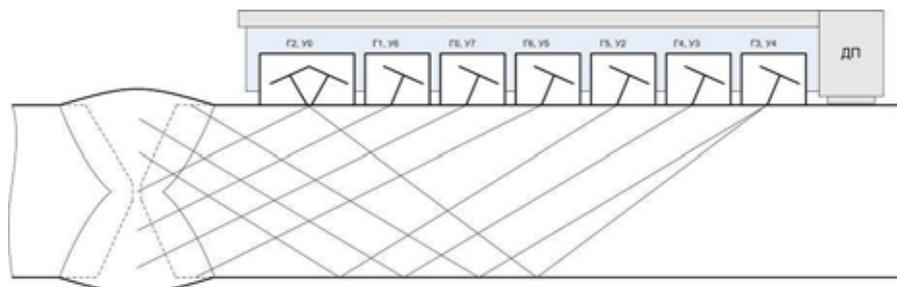

Рисунок 13 - Схемы контроля стыковых соединений толщиной  $H = 40 \dots 82$  мм акустическими блоками АБЗД, АБ4Д, АБ45Д.
3.2.2.3.3 Для определения дефектов ориентированных вдоль шва в стыковых швах сварных соединений (с односторонней и двухсторонней сваркой) толщиной  $H = 40 \dots 82$  мм применяется схема расположения ПЭП (для МАБ1Д), представленная на рисунке 12 и схема контроля (см. рисунок 13).